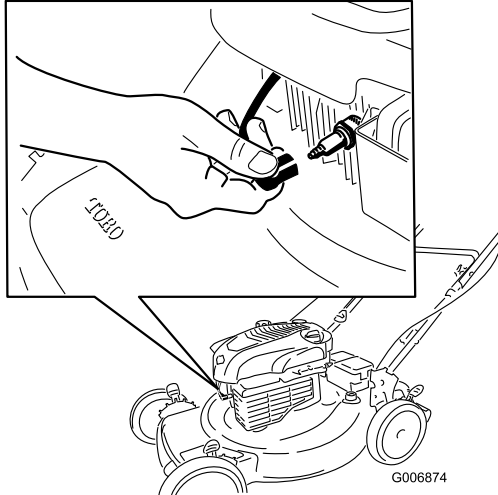

Figura 23
2. Desconecte el cable de la bujía y engánchelo en el poste de retención (Figura 23) antes de realizar cualquier procedimiento de mantenimiento.